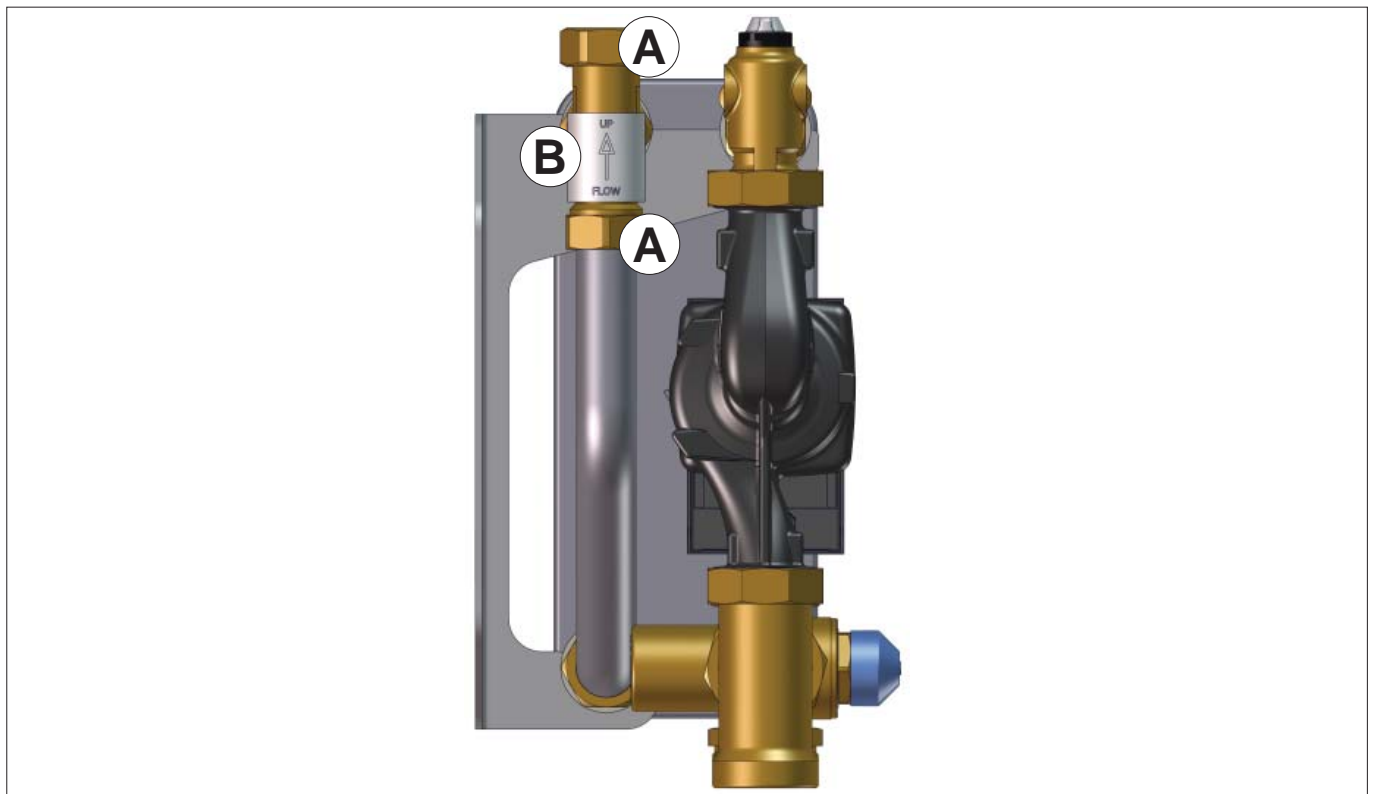

Abb. 9: Strömungsschalter demontieren
2. Ziehen Sie die Muttern (Pos. A, Abb. 9 auf Seite 18) fest (Anzugsmomente siehe „Technische Daten“ auf Seite 20).